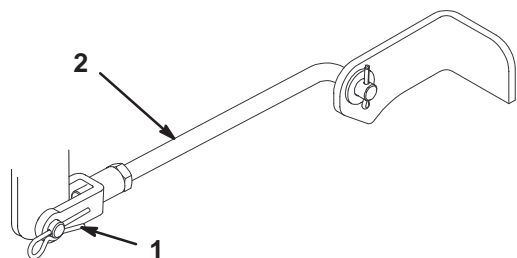

Bild 46
- Entfernen Sie den Splint und den Lastösenbolzen von den vorderen Drehzapfenjochs (Bild 46).
- Befestigen Sie die vorderen Drehzapfenstangen mit den Lastösenbolzen und Splints am Traktor (Bild 46).